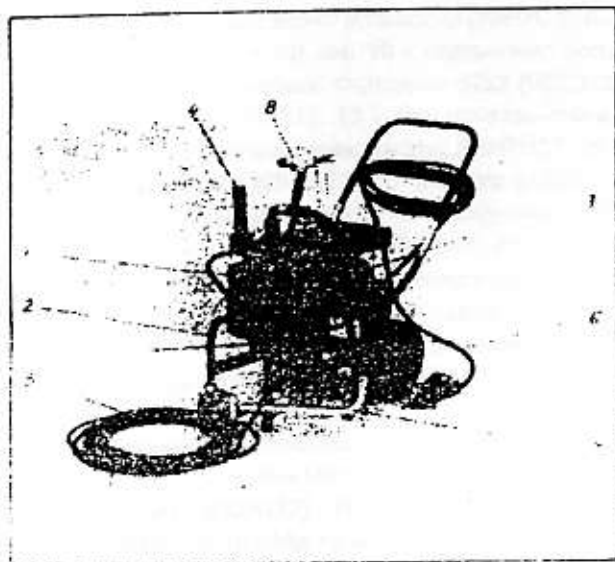
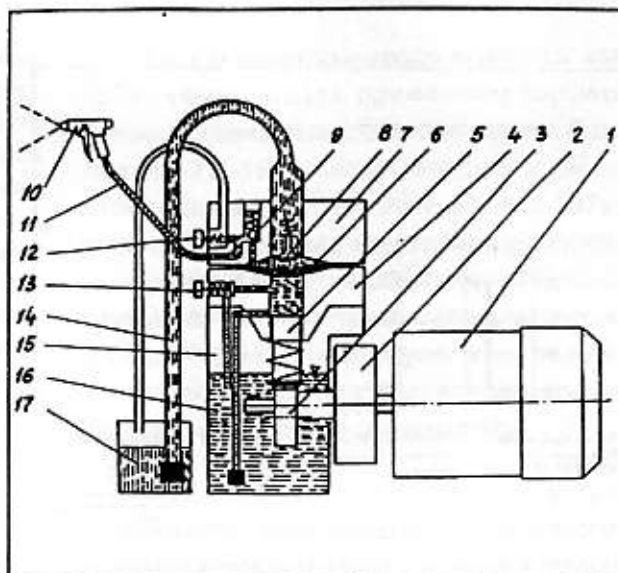

Рис. 1
Рис. 3
5.1. Общие виды окрасочных агрегатов «Финиш-207», «Финиш-211», «Финиш 211-1» приведены на рис. 1 и 2, а гидравлические и электрические схемы на рис. 3, 4 и 5.
Рис. 1. Окрасочный агрегат высокого давления «Финиш-207». 1 - насос, 2 - тележка с откидной ручкой, 3 - электродвигатель (MCR90-LA-4K) с защитно-отключающим устройством, 4 - фильтр высокого давления, 5 - шланг высокого давления, 6 - электрический кабель с невзрыво-защищенным штепсельным разъемом, 7 - всасывающая система, 8 - пистолет
Рис. 3. Гидравлическая схема окрасочных агрегатов. 1 - электродвигатель, 2 - маховик, 3 - эксцентрик, 4 - вставка давления, 5 - поршень с пружиной, 6 - мембрана, 7 - ступень краски, 8 - всасывающий клапан, 9 - нагнетательный клапан, 10 - пистолет, 11 - шланг высокого давления, 12 - перепускной клапан, 13 - регулятор давления, 14 - всасывающая система, 15 - ступень масла, 16 - масло гидравлическое, 17 - краска